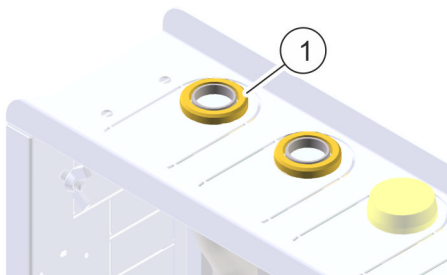

Abb. 37: Dichtungsring
3. ➔ Sicherstellen, dass die Dichtungsringe zwischen Gewinde (Abb. 37/1) und Rohr liegen.